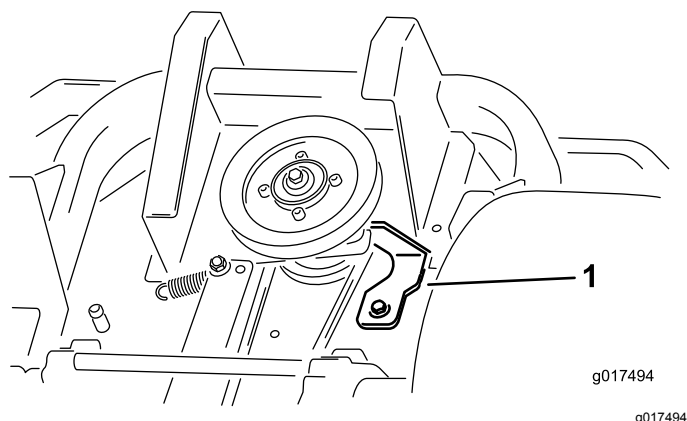

Figura 63
5. Retire el tope del embrague (Figura 63).
9. Instale el tope del embrague (Figura 63).